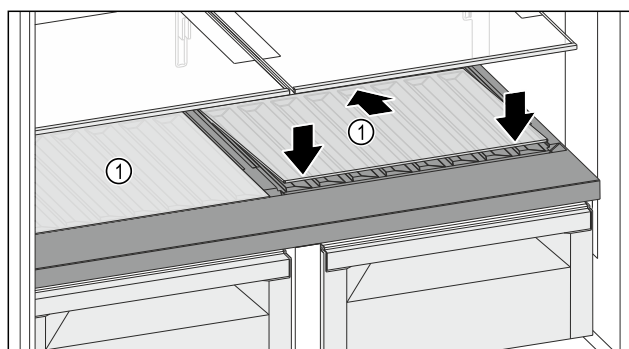

Fig. 119
- Glasplaat Fig. 119 (1) schuin naar achteren en naar beneden plaatsen.
- Glasplaat Fig. 119 (1) aan de voorzijde laten zakken.